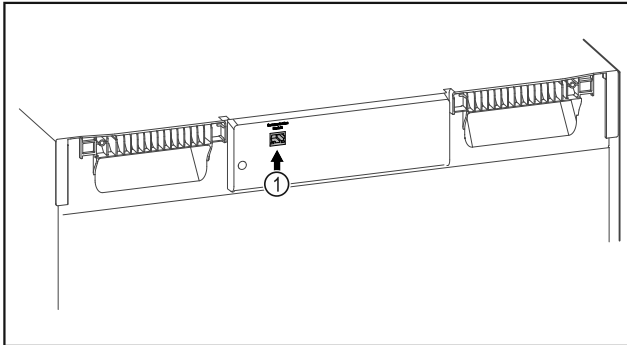

Fig. 94
- SmartModule Fig. 94 (1) este instalat.